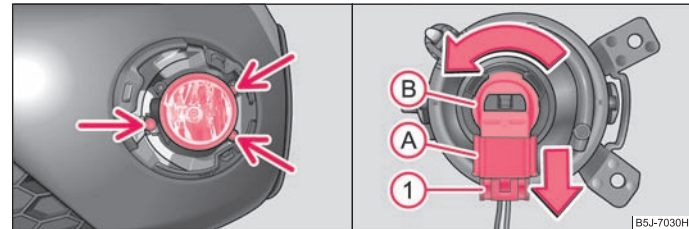

Fig. 168 Bara de protecție față: Proiector de ceață / înlocuirea becurilor
- Deșurubați, cu ajutorul șurubelniței* din trusa de scule¹⁷⁾, șuruburile ⇒ fig. 168.
- Apăsați siguranța (1) ⇒ fig. 168 a fișei (A) și scoateți fișa electrică din dulia (B).
- Rotiți dulia (B) cu becul spre stânga până la limită și scoateți-o.
- Introduceți fișa (A) în dulia (B).